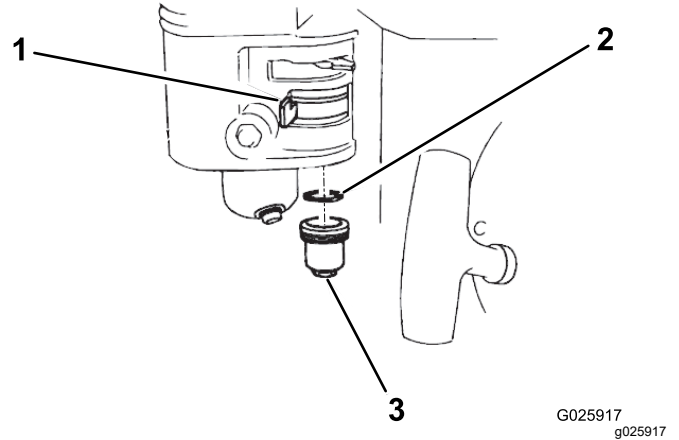

図 34
2. 燃料バルブを OFF 位置にする **図 34**。
3. 異物収集カップとOリングを外す **図 34**。
6. Oリングを燃料バルブにセットし、カップを元通りに取り付ける **図 34**。異物収集カップを十分に締め付ける。